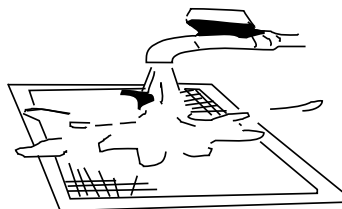

Рис. 2
- При промывании фильтра в воде держите его загрязненной поверхностью вниз (рис. 2).